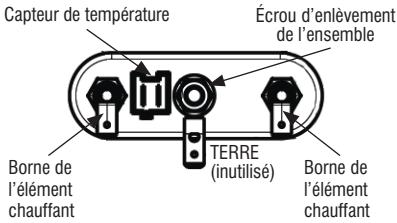

Figure 9 - L'ensemble de l'élément chauffant/capteur de température
6. Débrancher les connecteurs de l'élément chauffant. Voir Figure 9, page 46.
6. Débrancher le connecteur du capteur de température sur l'élément chauffant. Voir Figure 9.